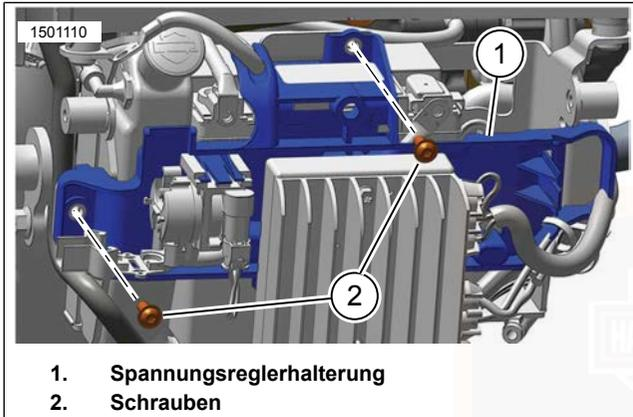

Abbildung 74. Schrauben der Spannungsreglerhalterung
- 5. Siehe Abbildung 74. Die Schrauben (2) der Spannungsreglerhalterung entfernen.
2. Siehe Abbildung 74. Die Spannungsreglerhalterung (1) positionieren.
3. Die Schrauben (3) der Spannungsreglerhalterung einbauen. Festziehen.